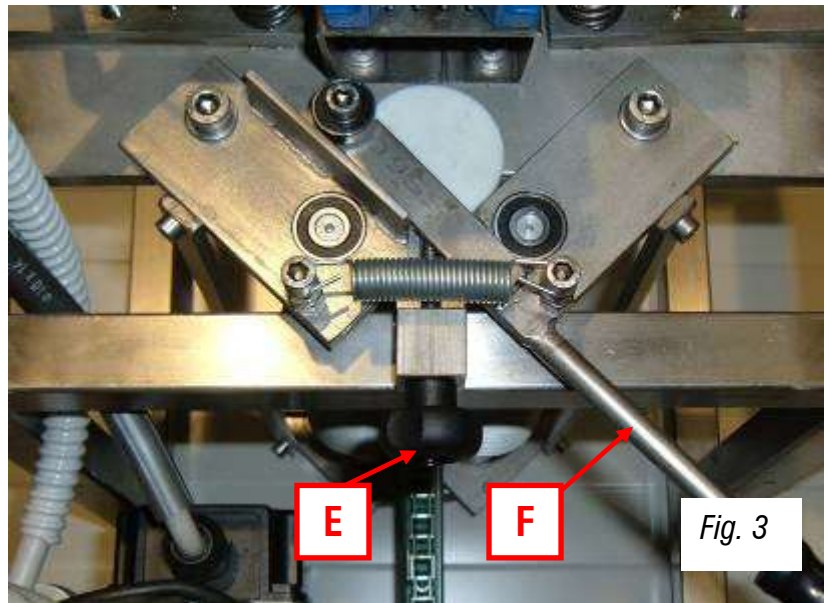

Fig. 3
### 3.2 ROULEAUX D'OUVERTURE DES CELLULES (fig. 3 - page 30)
Le réglage des rouleaux d'ouverture des cellules s'effectue en agissant sur le bouton fileté (E) placé à la sortie du cadre de la machine et visible sur la fig. 3.